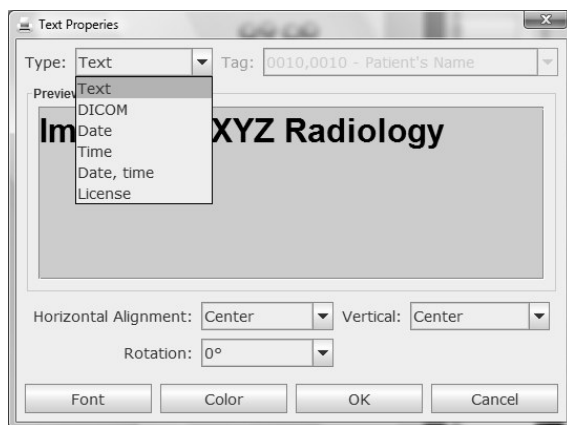

Рисунок 11. Окно настройки свойств.
- В появившемся меню выберите **Modify** — появится окно настройки **Text Properties** (см. рис. 11).